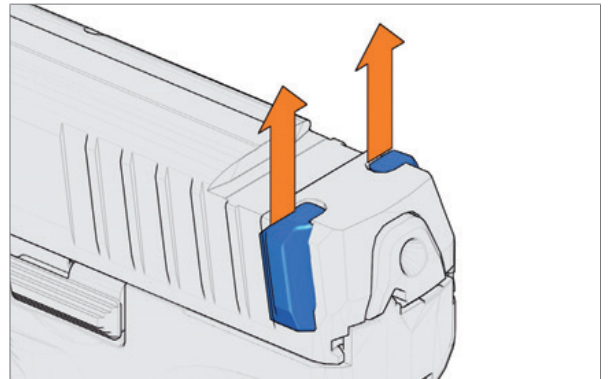

Abb. 29: Durchladehilfen entnehmen
2. Durchladehilfen entnehmen (Abb. 29).